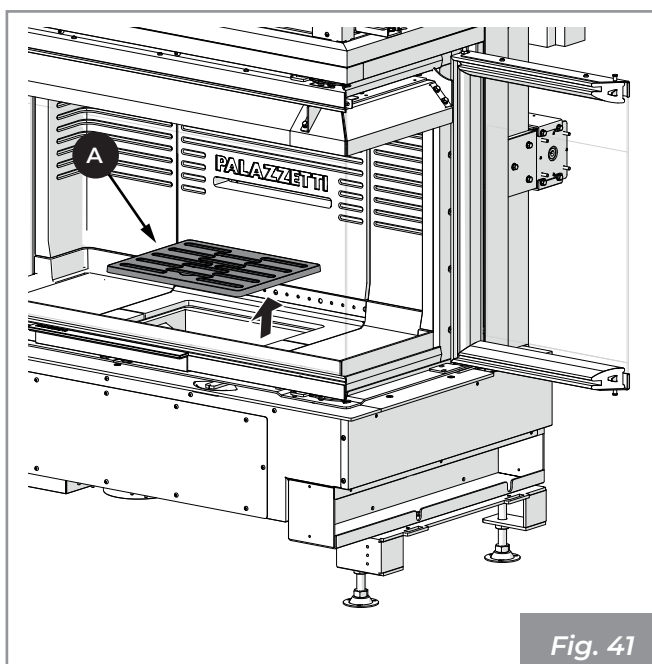

Fig. 41
- 1) S'assurer que la grille (A) (**Fig. 41**) soit libre de tout résidu de combustion pouvant obstruer le passage de l'air. La retirer et effectuer le nettoyage du foyer en utilisant une balayette (non fourni) en faisant convoyer les résidus de la combustion dans le tiroir des cendres. Faire attention aux braises qui brûlent.